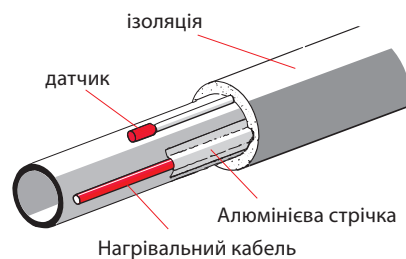
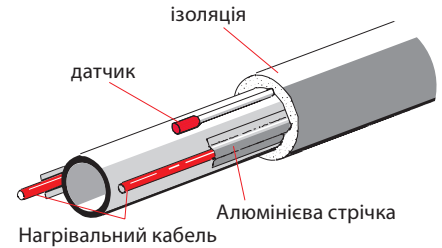

Рис. 7
Рис. 8
1. Один або декілька кабелів можуть прокладатися прямими лініями уздовж бокової сторони труби, див. Рис. 7 та Рис. 8.